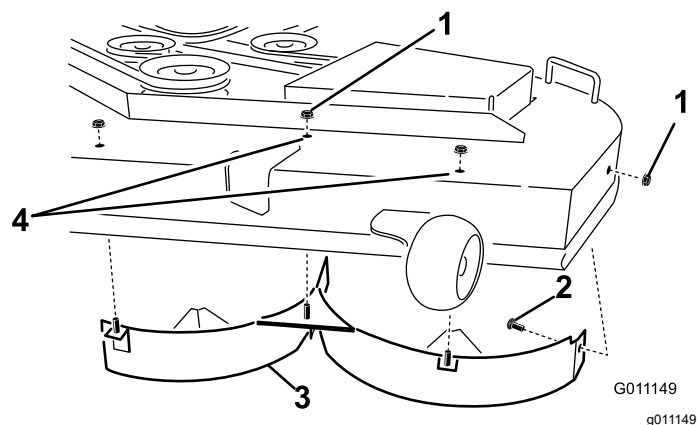

Figura 13
4. Îndepărtai cele 2 contrapiulie (5/16") fixate pe suporturile sudate ale deflectorului stâng din partea superioară a punii mainii de tuns iarba, aflate în poziie centrală i la stânga de centru (Figura 13).
6. Îndepărtai deflectorul stâng de pe puntea mainii de tuns iarba, conform ilustraiei din Figura 13.